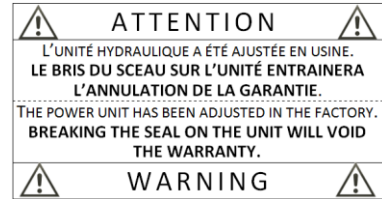

FIGURE 19 : CAUTION LABEL SAFETY SEAL
5. CAUTION LABEL ON POWER UNIT. SEE **FIGURE 19**.